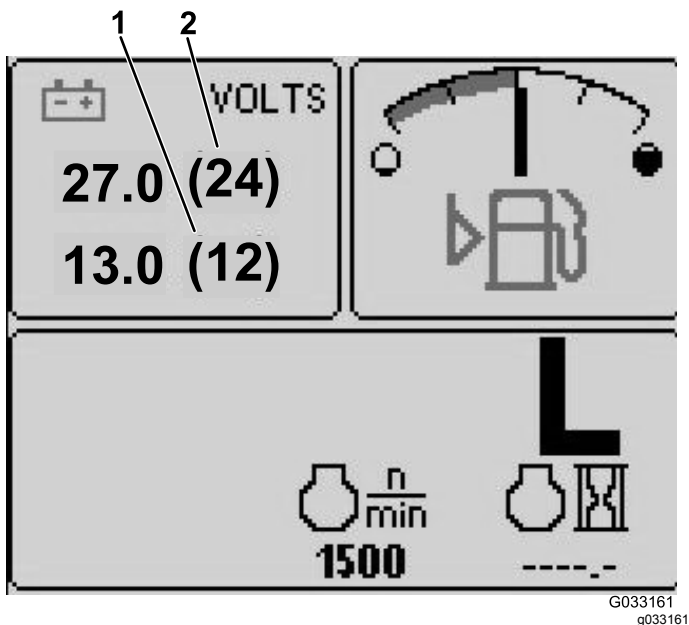

Figura 17
- Indicador da tensão da bateria 12 V — ecrã superior esquerdo (Figura 17)
- Indicador da tensão da bateria 24 V — ecrã superior esquerdo (Figura 17)
Este mostrador mostra a tensão da bateria 12 V e 24 V (Figura 17).